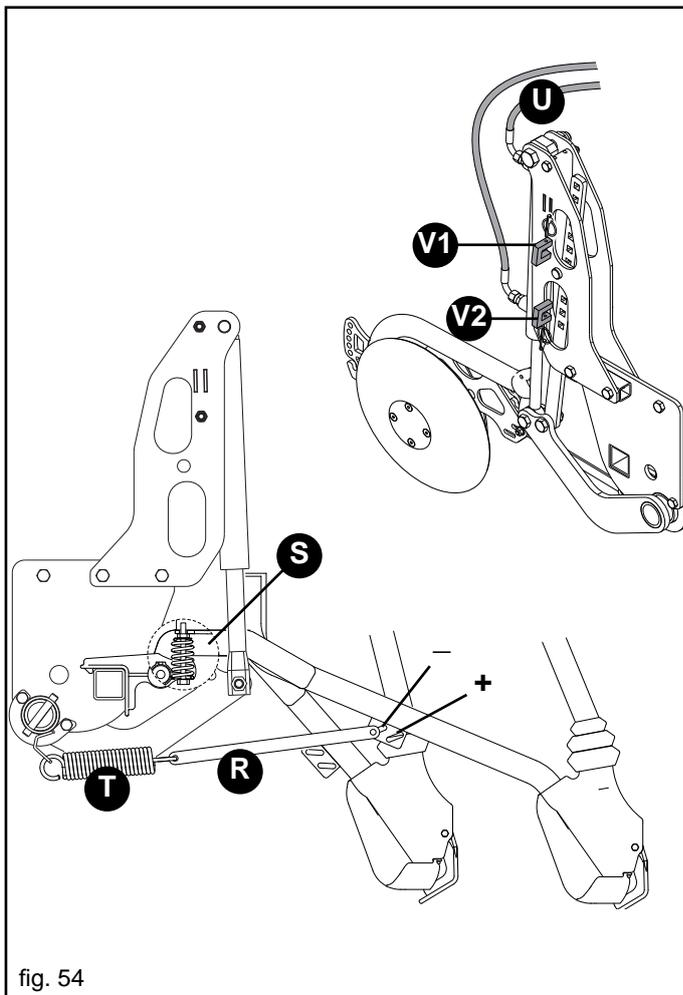

fig. 54
Die Blöcke (V1-V2, Abb. 54) begrenzen jeweils des Höchst- und Mindestdruck der Säscharrenreißer und dienen als Endanschlag des ölhydraulischen Zylinders.
Nur mit Stiefelscharrenreißern ist als Zubehör eine Feder (S, Abb. 54) verfügbar, die das Gewicht des einzelnen komplett entlasteten Federelements (T) annulliert. Dadurch wird eine oberflächliche Saatgutsstreuung ermöglicht.